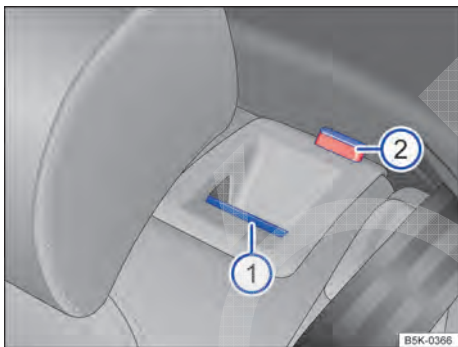

Fig. 111 No encosto do banco traseiro: botão de destravamento ①, marcação vermelha ②.
- Puxar o botão de destravamento ⇒ Fig. 111 ① para frente e, ao mesmo tempo, rebater o encosto do banco traseiro para frente.
- O encosto do banco traseiro estará destravado se uma marcação vermelha no botão ② estiver visível.
O encosto do banco traseiro estará destravado se uma marcação vermelha no botão ⇒ Fig. 111 ② estiver visível.